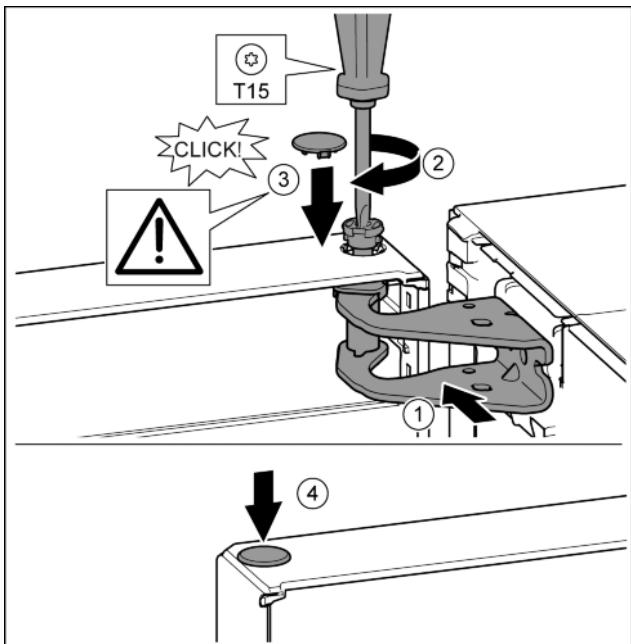

Fig. 19
- ▶ Дверь вверху выровнять по отверстию в опорном кронштейне. *Fig. 19 (1)*
- ▶ Вставить палец и затянуть отверткой T15. *Fig. 19 (2)*
- ▶ Установить предохранительную крышку для защиты двери: вставить предохранительную крышку и проверить, прилегает ли она к двери. В ином случае вставить палец полностью. *Fig. 19 (3)*
- ▶ Вставить заглушку. *Fig. 19 (4)*